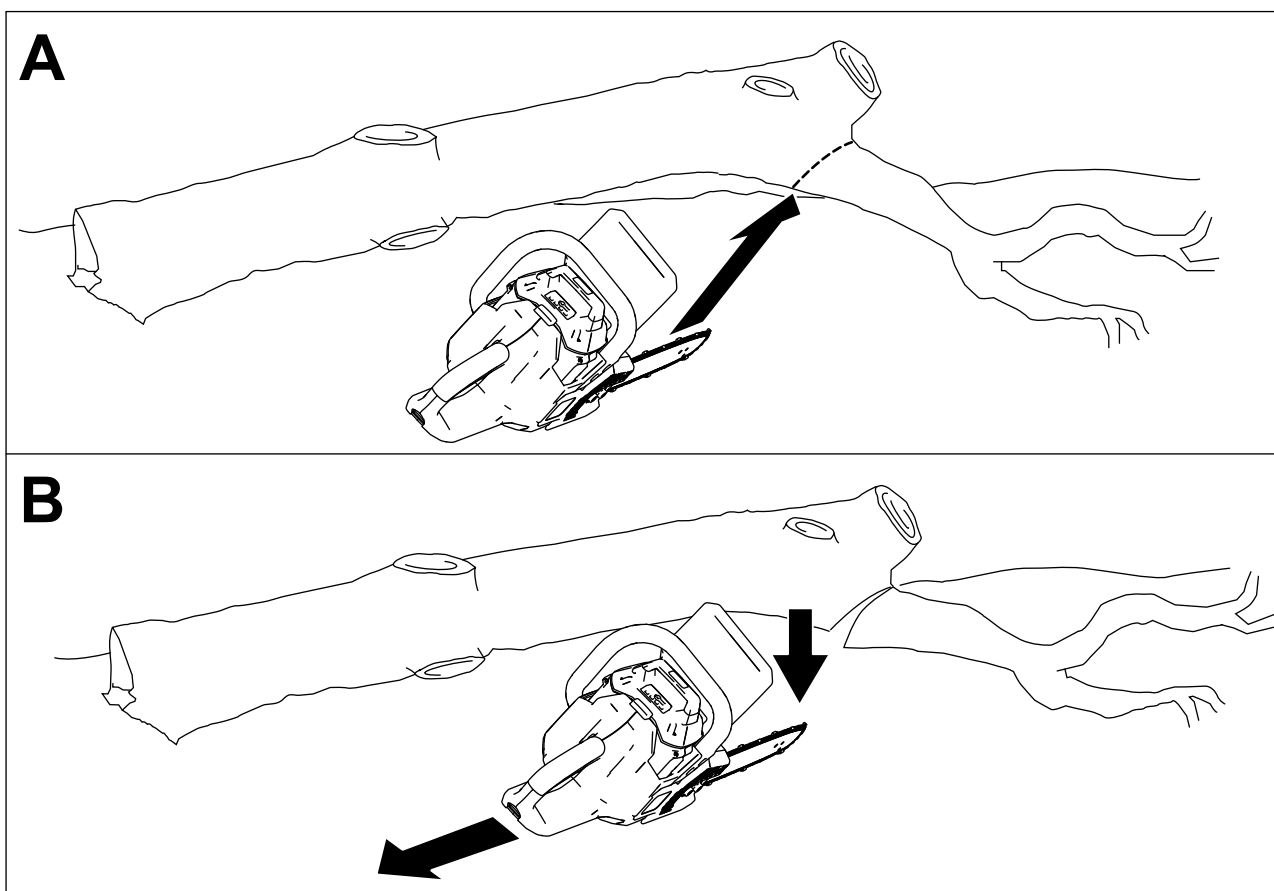

Figure 18
3. Coupez les grosses branches qui supportent le poids de l'arbre en procédant de bas en haut pour éviter que les branches pincent la lame (Figure 18).